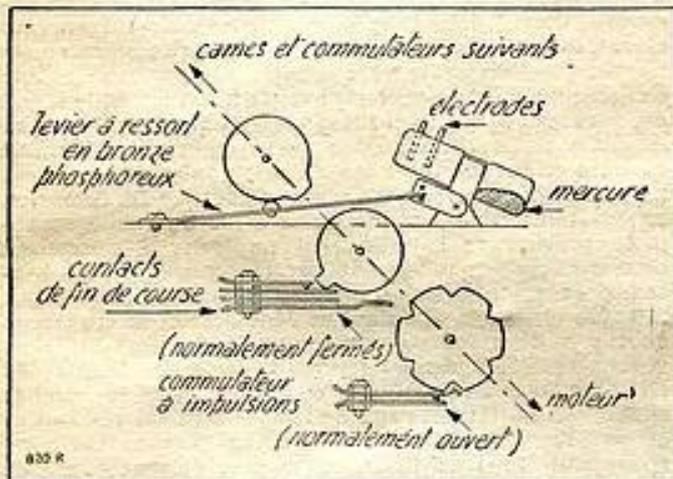
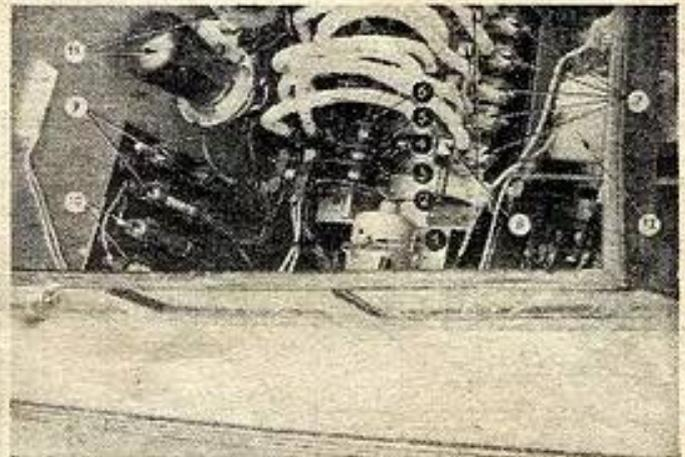

FIG. 4. — Diagramme du système de cames actionnant les commutateurs au mercure (seul l'un d'eux est figuré ici).
FIG. 5. — Système de commutation au mercure.
Voyons un peu comment fonctionnent les commutateurs au mercure et reportons-nous pour cela au diagramme de la figure 4 et aux protographies des figures 5 et 6.
Les commutateurs au mercure sont du type 15 ampères, nous avons déjà expliqué plus haut comment ils se présentent. A l'examen des figures 5 et 6, nous comprendrons facilement le fonctionnement :
toutes les différentes cames sont en bakélite; la came (3) est munie de 5 encoches destinées à faire arrêter les cames des commutateurs sur les positions correctes et non sur des positions intermédiaires. Ces cames sont montées sur une tige filetée et assujetties par des écrous de manière à en faciliter les réglages avec précision. La came (3) sert à couper le circuit du commutateur à chaque fois que la lame de contact de ce dernier tombe dans une encoche, ce commutateur est branché de manière que lorsque l'arbre tourne dans le sens de rotation requis pour déterminer les vitesses en avant, une fois que le démarrage du servo-moteur d'entraînement (1) a été provoqué par l'envoi, à l'émission, d'un court signal, il continue à tourner jusqu'à ce que la position suivante de commutation soit atteinte. De même, lorsque le servo-moteur d'entraînement tourne dans le sens opposé, sous l'impulsion d'un signal continu, il provoquera l'inversion du signal et le servo-moteur fera retourner la came à la position suivante de commutation la plus élevée et y demeurera. Si le signal est terminé dans la position de commutation correcte, la came restera automatiquement sur une position de coupure et aucune inversion de se produira. En (4), nous avons une came commandant les contacts de fin de course, en (6) nous trouvons une autre came de forme appropriée provoquant l'abaissement du levier à ressort en bronze phosphoreux (5) qui, par l'intermédiaire des berceaux basculants (8) actionnent les commutateurs au mercure (7). Il existe autant de ces cames et de ces leviers qu'il y a de commutateurs au mercure. En (9), nous voyons toujours sur les figures 5 et 6, les fusibles du circuit moteur de propulsion et en (10) ceux des circuits auxiliaires. En (11), il s'agit de lampes formant résistances et en (12), du servo-moteur commandant la barre du gouvernail. Tous les fils de connexion doivent être d'un fort diamètre et bien isolés.